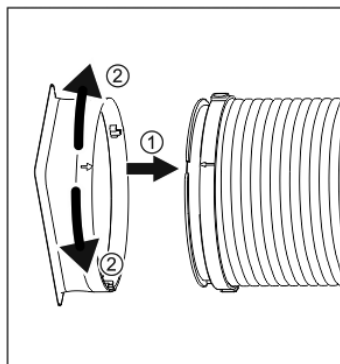

Fig. 1
1. Alinea las flechas del conector del tubo de entrada y del tubo, e inserta (Fig. 1).
1.2. Gira el conector del tubo de entrada en sentido horario o antihorario alrededor de 60° (Fig. 1))